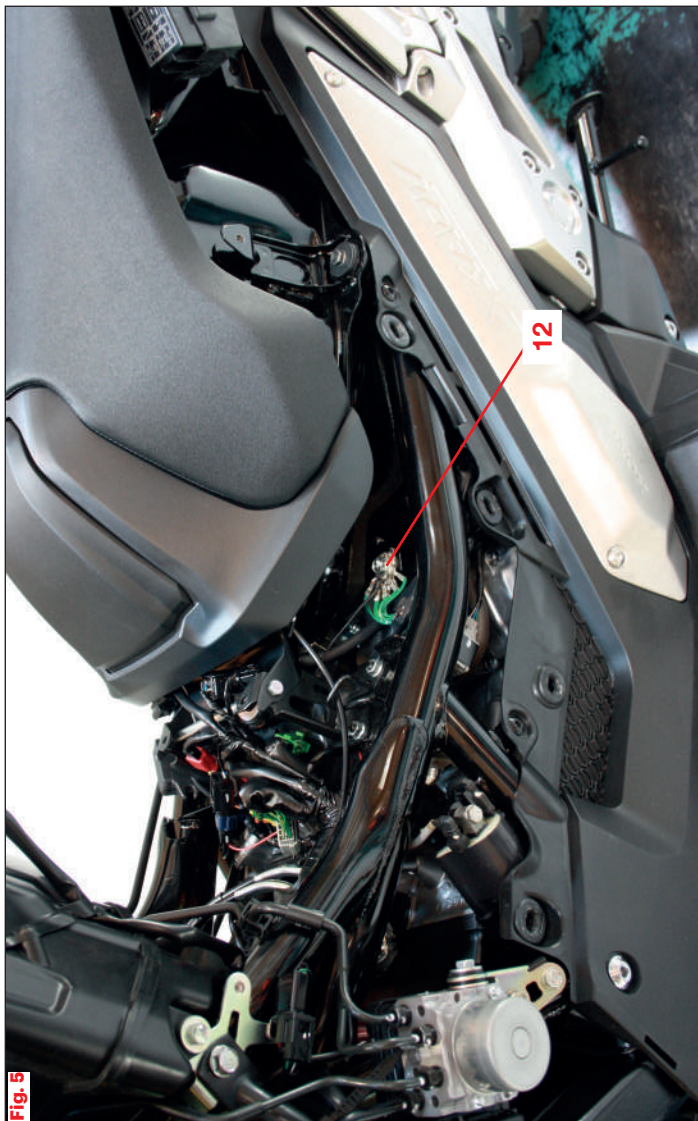

FIG. 5
- Collegare l'occhiello sopra al nodo di massa **12** posizionato sul telaio **(Fig. 5)**.
- Please connect the eyelet to the ground node **12** located on the frame (**Fig. 5**).
- Connecter l'œillet sur le nœud de masse **12** positionné sur le chassis (**Fig. 5**).